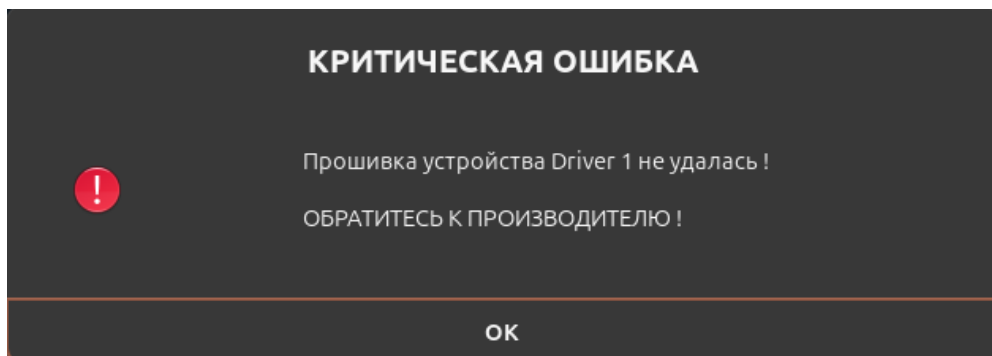

Рисунок II-70 – Уведомление о критической ошибке
- 7) Если повторное обновление прошивки пройдет неуспешно, то отобразится уведомление о критической ошибке (см. Рисунок II-70).